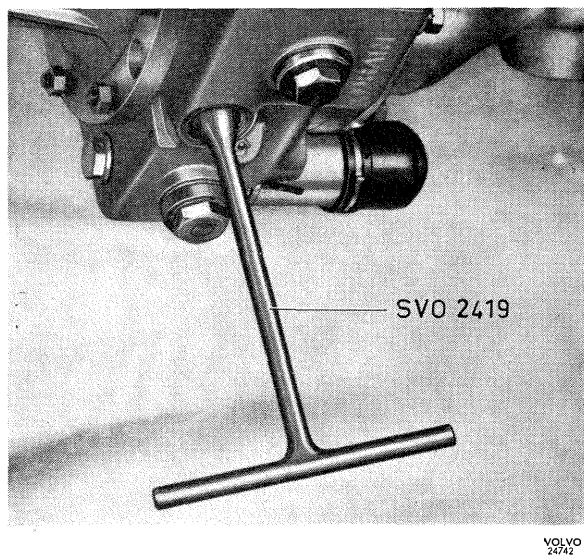
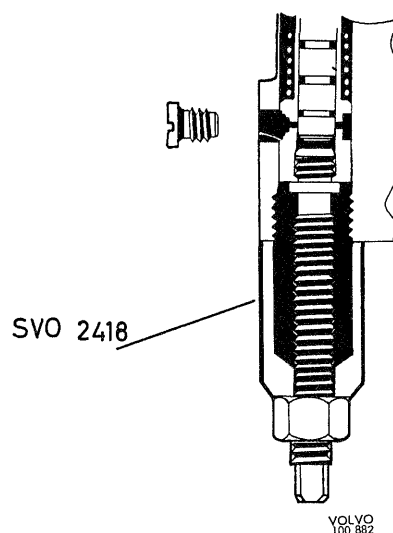

Bild 11. Demontering av ventilsåte, oljepump
Bild 12. Demontering av oljepump
2. Lossa proppen under oljepumpen och tag ut fjäder (8) och kula (6). Lossa ventilsåtet (7) med nyckel SVO 2419, se bild 11. Rengör och kontrollera delarna.
Lossa skruven, som håller pumpen, genom hålet i förlängningsstycket (58). Skruva fast avdragaren SVO 2418 på ventilsåtets plats och drag ut pumpen, se bild 12.
8. Tag bort propparna och tag ut delarna för manöverventil, reduceringsventil och utloppsventilen för pumpen. Tag bort låsskruven och tag ut oljepumpen. Om pumpen sitter hårt fast, demonteras ventilsätet med nyckel SVO 2419, se bild 11. Därefter drages pumpen ut med avdragare SVO 2418, se bild 12.